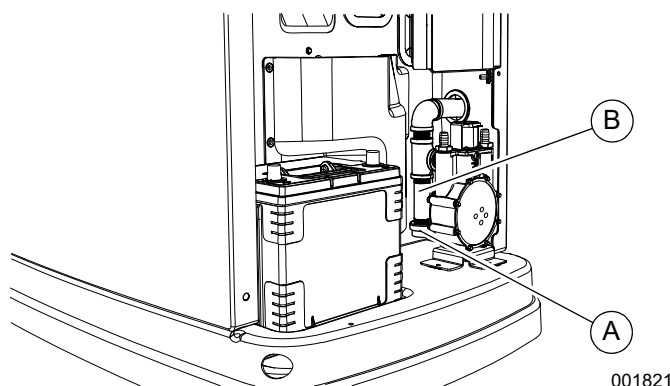

Figura 4-11. Limpieza del colector de sedimentos
3. Consulte la Figura 4-11. Destornille y retire la tapa (A).